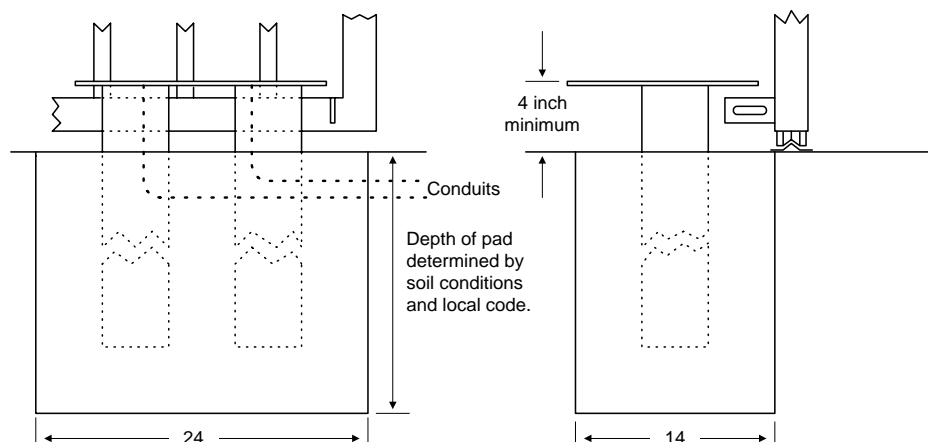

Figura 8
2. Después que los postes hayan sido soldados a la placa de la base para formar la ensambladura, construya una forma para la ensambladura según las especificaciones en figura 8.
3. Coloque la ensambladura de la base de montaje dentro la forma. Asegúrese que la placa de la base esté por lo menos cuatro (4) pulgadas por encima del nivel del suelo. Coloque conductos, barras de refuerzo y/o malla de alambre si se requiere. El número de conductos es determinado por los requisitos de aplicación. Nosotros sugerimos usar un mínimo de cuatro (4) conductos. 1-Líneas eléctricas de alto voltaje; 2-Líneas de control de bajo voltaje; 3- Cables de entrada de los círculos de detección (círculo abierto); 4- Cables de entrada de los círculos de detección (círculos de inversión). **Vea SECCIÓN 2.** Coloque conductos adicionales según se requiera para su aplicación. **NOTA:** Si no coloca los conductos en la base, pueden ser encaminados hacia una caja de paso donde las conexiones para el operador pueden ser hechas después de la instalación. Hay tres (3) moldes agujerados de 1/2-pulgada y un (1) molde agujerado de 3/4-pulgadas en cada lado del operador para este uso. **¡¡¡IMPORTANTE!! Asegúrese que la base de montura este a nivel y paralelo con la puerta.**